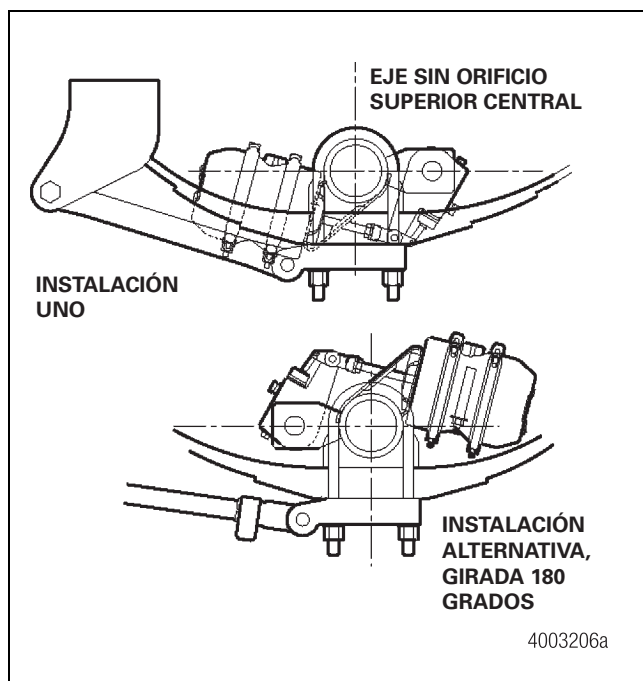

Figura 6.3
- En los ejes que no tienen el mencionado orificio superior central, se puede girar el eje 180 grados. Por lo tanto, la parte superior e inferior del eje son intercambiables. Figura 6.3.
- En los ejes que no tienen el mencionado orificio superior central, se puede girar el eje 180 grados. Por lo tanto, la parte delantera y la parte trasera del eje son intercambiables. Figura 6.3. Para estos modelos, guíese por las directrices de instalación de freno de esta sección.